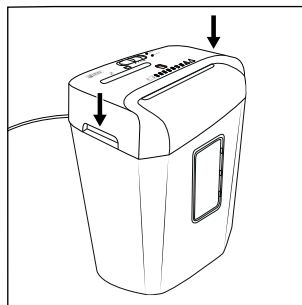

Fig. 2
- ◆ Afferrare il dispositivo di taglio **6** dai due incavi integrati **8** e posizionarlo sul contenitore di raccolta grande **12** in modo tale che il cavo di rete **1** sia rivolto verso dietro e la finestrella d'ispezione **11** del contenitore di raccolta grande **12** sia rivolta in avanti (vedere fig. 2).